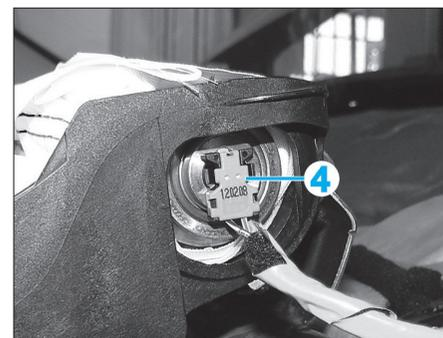

Fig. 9
- Débrancher le connecteur électrique (4) (Fig.9).